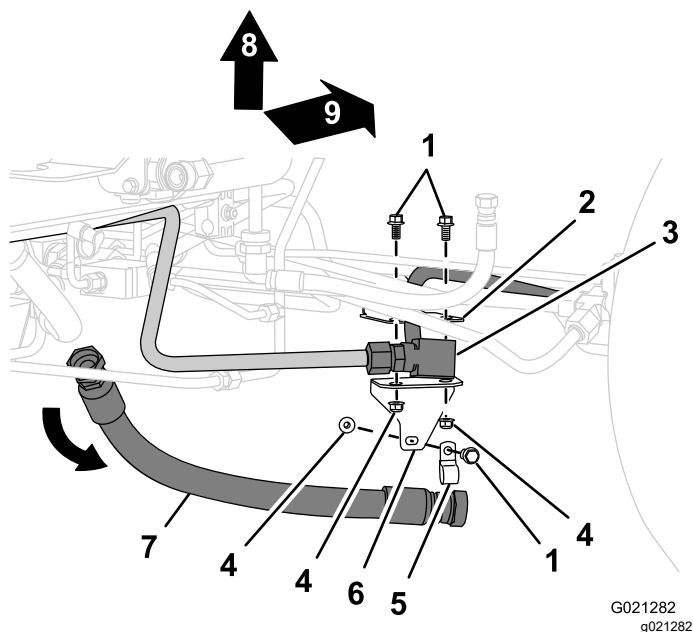

Figuur 2
1. Zet een opvangbak onder het voorste uiteinde van de drukslang (Figuur 2).
3. Verwijder het achterste uiteinde van de drukslang van de fitting in de hydraulische pomp, en verwijder de drukslang; raadpleeg Figuur 2 en Figuur 3.
2. Verwijder de buismoer voor de dwarsbuis van de fitting in de verdeler van de achtertractie (Figuur 2 of Figuur 3).
3. Verwijder de buismoer voor de filterbuis van de fitting in de dwarsbuis, en verwijder de dwarsbuis (Figuur 2 of Figuur 3).
1. Verwijder de bout en moer waarmee de verdeelbuis aan de buisbeugel is bevestigd, en verwijder de klem (Figuur 3 of Figuur 2).
2. Verwijder de 2 bouten en 2 moeren waarmee de buisbeugel aan de chassisbeugel is bevestigd (Figuur 3 of Figuur 2).
2. Verwijder de buismoer op de verdeelbuis van de T-fitting in de tractiemotor links vooraan, en neem de buis van de machine (Figuur 2 of Figuur 3).